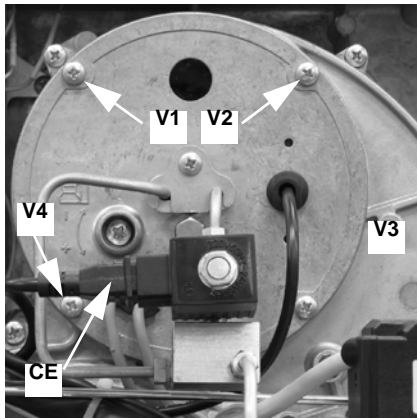

Fig. 41
- Extraer los 4 tornillo **V1 - V4** indicados en Fig. 41.
- Extraer el conector **CE** de la electroválvula **EV2** (Fig. 41).